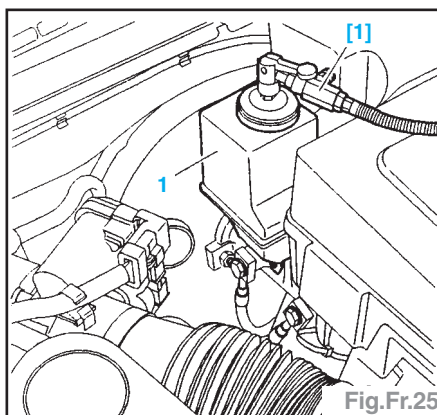

Fig.Fr.25
- Raccorder l'appareil à purger [1] sur le réservoir de liquide de frein (1) (Fig.Fr.25).